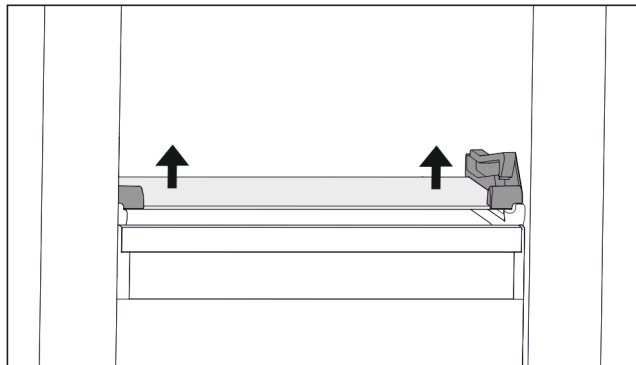

Fig. 108 Sklenená doska sklopnej zásuvky
- ▶ Na oboch stranách potlačte sklenenú dosku zospodu nahor. (pozri Fig. 108)